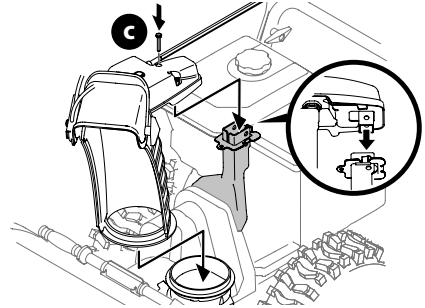

Figura 15
3. Coloque el conjunto del canal sobre la base del canal y asegúrese de que la varilla de control del canal se encuentre arriba de la manija inferior. Coloque el tornillo hexagonal (c) que extrajo en el Paso 1 pero no lo sujete todavía con la tuerca de mariposa (Figura 15).